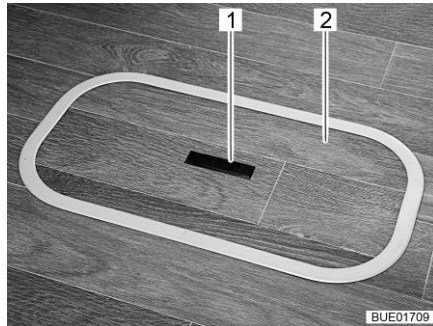
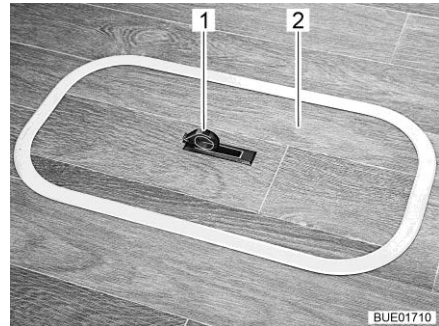

Fig. 70 Couvercle compartiment dans le plancher (poignée encastrée)
Fig. 71 Couvercle compartiment dans le plancher (poignée pivotée vers l'extérieur)
- Pousser la plaque de la poignée (Fig. 70,1) vers le bas d'un côté. La poignée (Fig. 71,1) pivote vers le haut.
- Tirer le couvercle (Fig. 70,2 et Fig. 71,2) vers le haut pour le retirer.